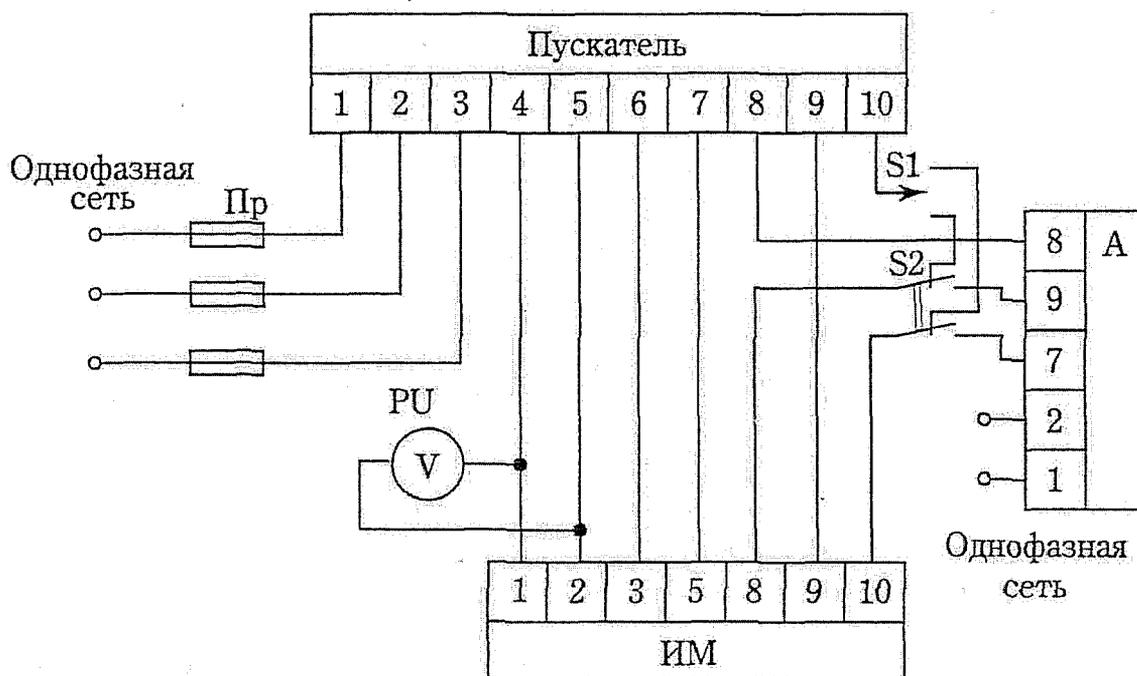

Рис. 4. Схема проверки пускателей ПБР-3 и ПБР-3А
6.3. Проверку пускателя ПБР-3 проводить по схеме рис.4 по следующей методике:
6.4. Проверку пускателя ПБР-3А проводить по схеме рис.4 по следующей методике:
Отключение двигателя следует контролировать по наличию напряжения, измеренного вольтметром PU (рис. 4). Исполнительный механизм при этом должен быть закреплен. При регулировке электродвигатель в заторможенном состоянии должен находиться не более 20 с.
Отыскание неисправности пускателей необходимо производить в лабораторных условиях в схемах проверки (рис.4).